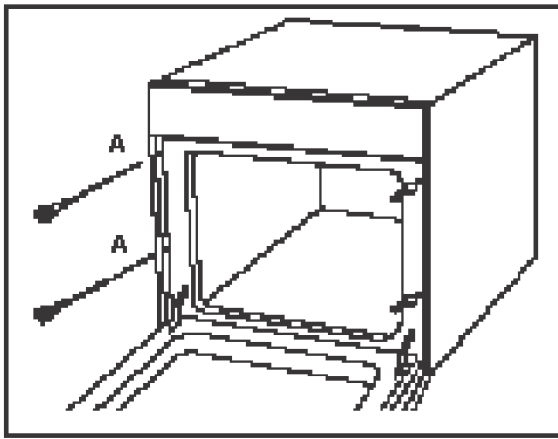

Рис. 4
4.3.2. Откройте дверцу и прикрепите духовку к кухонному шкафчику четырьмя болтами, подходящими к отверстиям с обеих сторон рамки духовки (А). (см. рис.4) При установке электрической панели с варочными панелями сверху духовки, электрическое соединение варочной панели и электрическое соединение духовки следует выполнять отдельно по причинам безопасности и для более легкого изъятия духовки из шкафчика в случае необходимости.